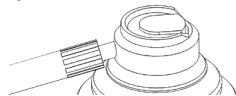

Fig. 5
4. Inserte el adaptador de aerosol completamente dentro de la parte trasera de la pieza de mano y sosténgalo en su posición (Fig. 5).